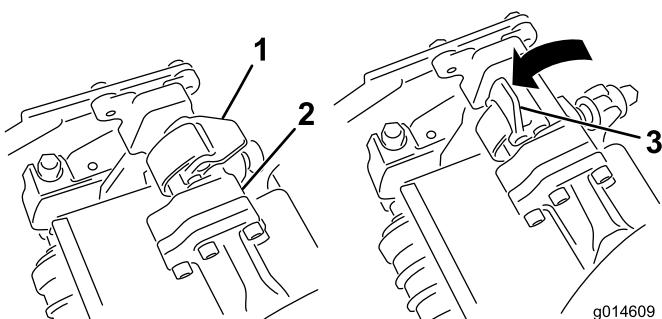
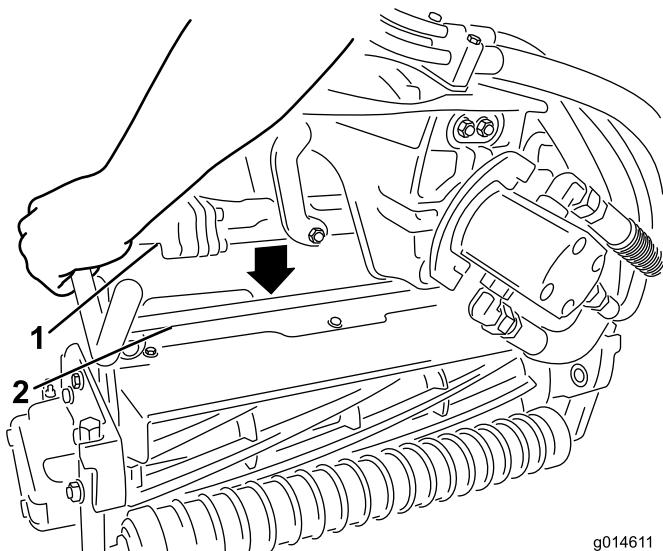

図 33
図 34
3. サスペンションアームのバーについているラッチを上向き（開いた状態）にして（図 33）、サスペンションアームを押し下げて、バーを、カッティングユニットのバーの上に被せるようする（図 34）。
4. ラッチを下げて閉じるとカッティングユニットのバーがロックされてユニットがアームにセットされる（図 33）。
4. 取り外したいカッティングユニットのサスペンションアームのバーについているラッチを開く（図 33）。